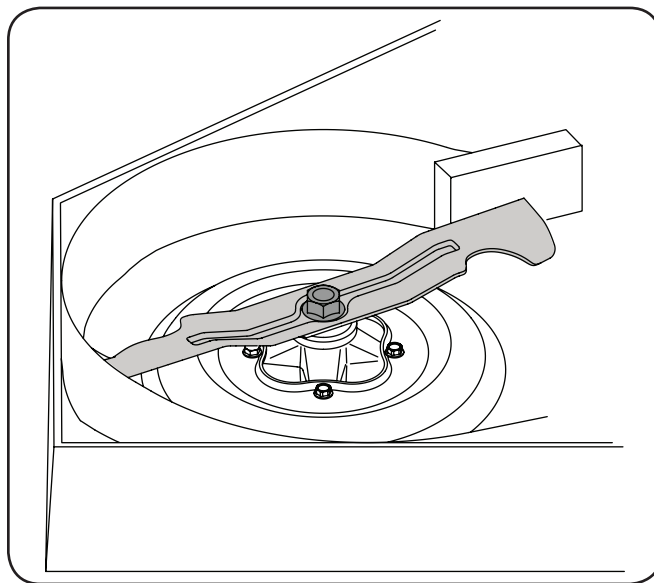

Figura 7-10
- Use una llave de $\frac{15}{16}$ " para sostener la tuerca hexagonal en la parte superior del conjunto del husillo cuando afloje la tuerca hexagonal que fija la cuchilla. Se puede colocar un bloque de madera entre el alojamiento de la plataforma y el borde de corte de la cuchilla para ayudar a aflojar la tuerca hexagonal que fija la cuchilla. Vea la Figura 7-10.